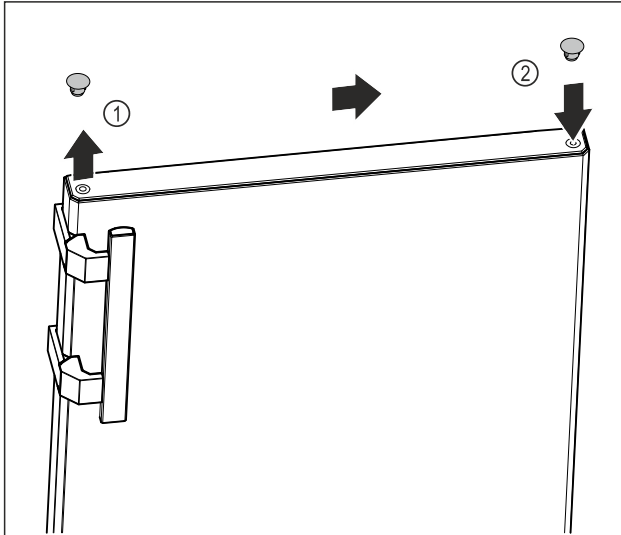

Fig. 13
- ▶ Soulever avec soin le cache de recouvrement de la partie supérieure de la porte Fig. 13 (1) au moyen d'un tournevis plat.
- ▶ Placer le cache de recouvrement du côté opposé. Fig. 13 (2)